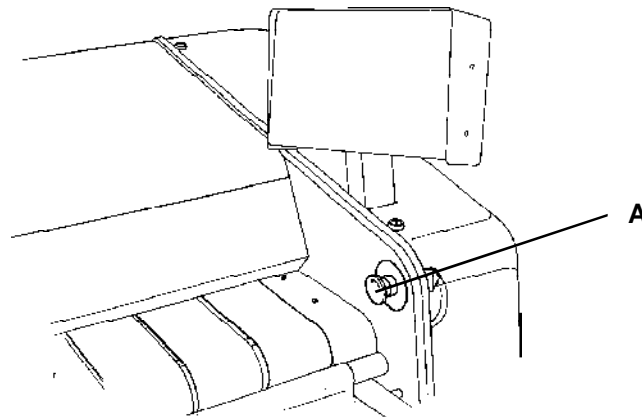

fig. 36
- Operate the emergency stop switch (**fig. 36/A**).
- Accionar el interruptor de paro de emergencia (**fig.36/A**).
- Actionner l'interrupteur d'arrêt d'urgence (**fig. 36/A**).